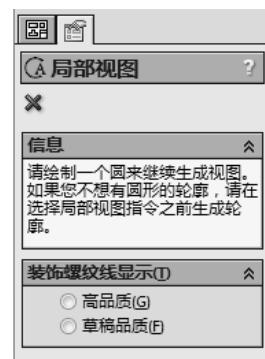

图 8-41 局部视图操控板
- [2] 单击工程图工具栏上的【局部视图】按钮 , 局部视图操控板出现，如图 8-41 所示。